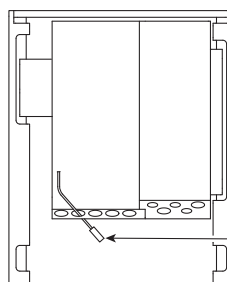
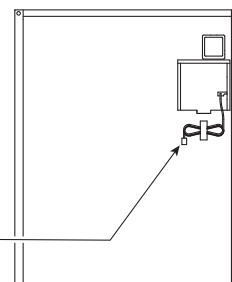

Рис. 3.1.8
Рис. 3.1.9
1. При заводской настройке, кабель основного пульта управления (Рис. 3.1.8) на основном блоке не подключен к разъему (Рис. 3.1.9) на передней панели. После завершения установки и электромонтажных работ на месте подключите кабель основного пульта управления к разъему и затем включите электропитание.